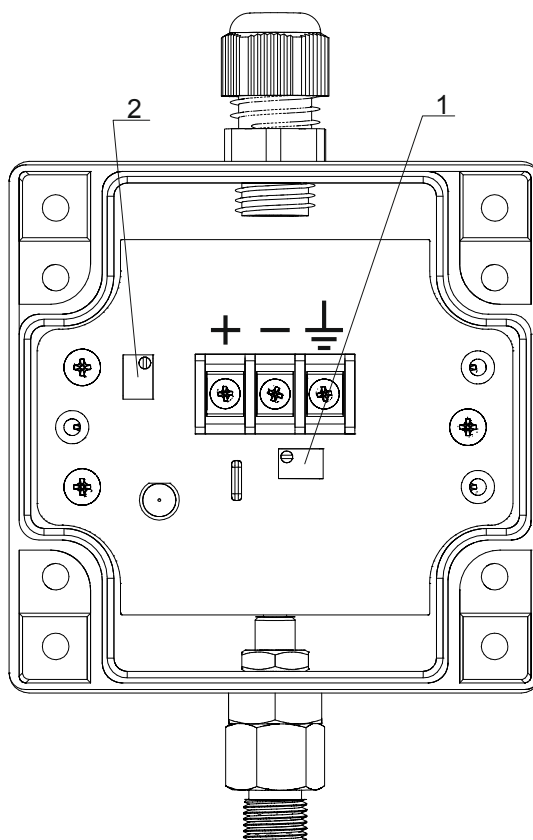

Рисунок 6.2
- 2) установить потенциометром 1 (см. рисунок 6.2) выходной ток 4 мА.